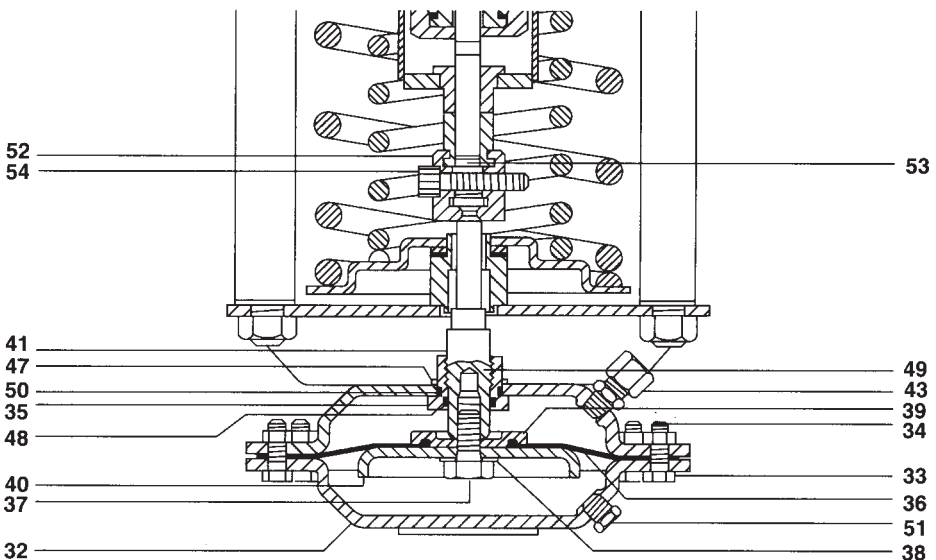

Fig. 9 DN25÷DN50 (I particolari 42 e 46 non sono indicati)
4.4.1. Ricambi Attuatore (Fig. 9)